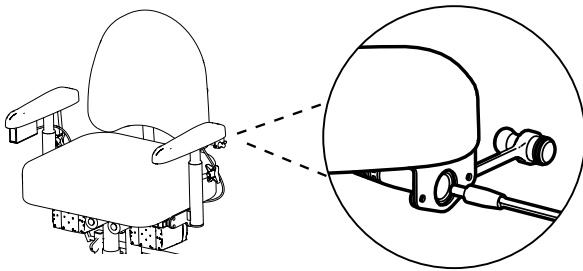

Figure 2.5. Connexion de la fiche à la prise de charge sous l'accoudoir.
1. Brancher la fiche du chargeur sur la prise de charge (voir figure 2.5). La prise de charge est normalement située à l'arrière de l'accoudoir gauche, mais elle peut aussi être située ailleurs, par exemple sous l'assise.